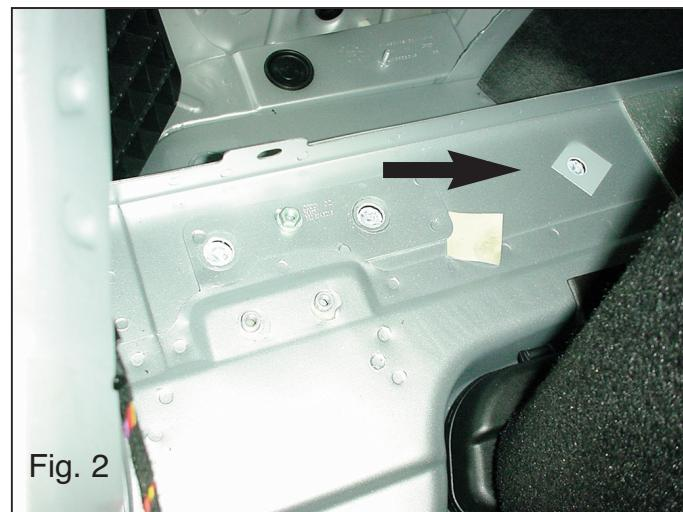

Fig. 2
1. Déposer le revêtement du plancher du fond. Enlever le panneau arrière en plastique et détacher partiellement le panneau latéral à gauche et à droite afin d'accéder aux points de fixation. Enlever les autocollants du fond du coffre à l'emplacement des points de fixation (voir fig. 2). Démonter le pare-chocs et détacher le bouclier thermique ainsi que la dernière attache de l'échappement. Scier la partie du pare-chocs indiquée avec le gabarit. (Placer le gabarit sur le côté extérieur du pare-chocs).
1. Avlägsna beklädnaden från golvplåten. Avlägsna bakpanelen av plast och lossa den högra och vänstra sidopanelen delvis, så att monteringspunkterna blir åtkomliga. Avlägsna klisterlapparna från monteringspunkterna i bagageutrymmets golv. (se fig. 2 Demontera stötfångaren och lossa värmeskölden och avgasrörets bakersta fäste. Såga ut den angivna delen ur stötfångaren med hjälp av schablonen. (placera schablonen mot stötfångarens utsida).
1. Fjern beklædningen i bunden. Fjern bagpanelet af kunststof og løsn det venstre og højre sidepanel, således at man kan komme til ved montagedpunkterne. Fjern mærkatene ved montagedpunkterne (jævnfør fig. 2) i bunden af bagagerummet. Demonter kofangeren og løsn varmeskjoldet og det yderste udstødningsophæng. Sav den angivne del ud af kofangeren ved hjælp af skabelonen (skabelonen anbringes på ydersiden af kofangeren).
1. Retirar el revestimiento del suelo. Retirar el panel trasero sintético y desprender parcialmente el panel lateral izquierdo y derecho, de modo que quedan accesibles los puntos de sujeción. Retirar los adhesivos del maletero a la altura de los puntos de fijación. (Véase la fig. 2). Desmontar el parachoques y soltar el escudo térmico y la última suspensión del tubo de escape. Serrar la parte indicada del parachoques con ayuda de la plantilla. (instalar la plantilla en el lado exterior del parachoques).
1. Rimuovere il rivestimento dal fondo del bagagliaio. Rimuovere il pannello posteriore in plastica e staccare parzialmente i pannelli destro e sinistro, in modo da rendere accessibili i punti di fissaggio. Rimuovere gli adesivi dal fondo del bagagliaio a livello dei punti di fissaggio. (vedi fig. 2) 2) Smontare il paraurti e staccare lo scudo termico e l'ammortizzatore più esterno del tubo di scarico. Con l'ausilio della sagoma, segare via dal paraurti la parte indicata. (posizionare la sagoma sul lato esterno del paraurti).
1. Z podłogi należy zdjąć wykładzinę. Usunąć tylny panel wykonany z tworzywa sztucznego i poluzować prawy i lewy panel, tak by punkty montażowe były dostępne. Usunąć nalepki z dna bagażnika w punktach mocujących. (patrz rys. 2). Zdemontować zderzak i złuzować osłonę termiczną ostatniego tylnego wieszaka rury wylotowej. Wypiątać wskazany odcinek zderzaka korzystając z szablonu. (szablon umieścić na zewnętrznej stronie zderzaka). (patrz rys. 3).